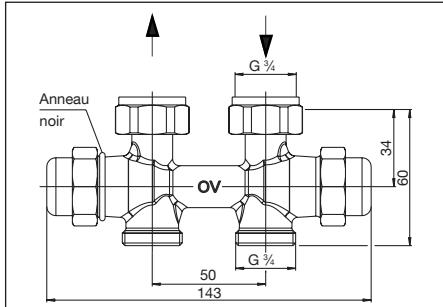
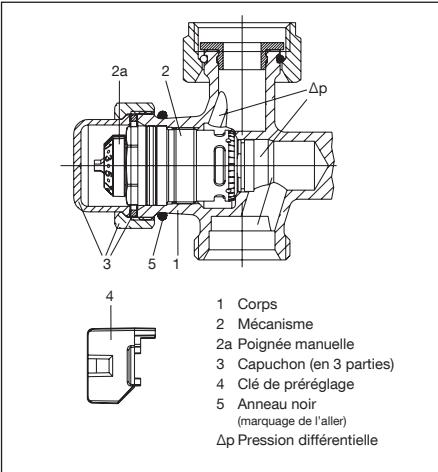
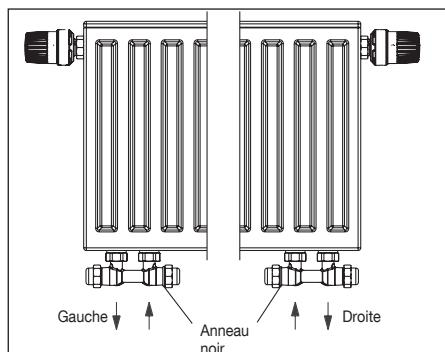

Fig. 3 Modèle droit
Fig. 5 Conception du régulateur de débit
Fig. 6 Affectation des raccordements du modèle équerre pour raccordement à gauche ou à droite
Le débit maximal peut être réglé à l'aide de la clé de prérglage (pos. 4, fig. 5) (voir paragraphe 6.2.1).
Avec l'appareil de mesure raccordé, la pression différentielle disponible au corps du robinet est mesurée. Pour ce faire, dévisser le capuchon (pos. 3, fig. 5). Démonter ensuite le mécanisme (pos. 2, fig. 5) à l'aide du «Demo-Bloc» et effectuer une mesure avec la tige pour mesurer la pression différentielle. Dès que la pression différentielle mesurée atteint un niveau supérieur ou égal à la pression différentielle Δp min. (voir 4.1), elle est assez élevée pour permettre la régulation automatique du débit par le raccord. Revisser ensuite le mécanisme dans le corps et contrôler l'étanchéité de tous les points de raccordement.
Il est impératif de respecter la position de l'aller et du retour pour garantir que le fluide circule dans le bon sens (voir fig. 3, 4 et 6). L'aller doit être raccordé au côté du régulateur de débit marqué d'un anneau noir (pos. 5, fig. 5). Le modèle équerre est disponible pour raccordement à gauche et à droite (affectation des raccordements voir fig. 6).
2. Dévisser le mécanisme «QA» (pos. 2, fig. 5) et le mécanisme d'arrêt «Combi LR» à l'opposé à l'aide d'une clé de 19 mm.
4. Démonter l'anneau noir (pos. 5, fig. 5) pour le marquage du raccordement pour l'aller et le monter sur le côté opposé du raccord (mécanisme «QA»).
Lors du montage, veiller à la pose parallèle et sans contraintes de la tuyauterie. Il est impératif de respecter la position de l'aller et du retour pour garantir que le fluide circule dans le bon sens. L'aller doit être raccordé au côté du raccord marqué d'un anneau noir (pos. 5, fig. 5).
Démonter le capuchon sur le côté aller (marqué d'un anneau noir, pos. 5, fig. 5).
Procéder au préréglage selon la valeur souhaitée à l'aide de la clé de préréglage (pos. 4, fig. 5). Le préréglage ne peut être effectué qu'à l'aide de la clé de préréglage fournie qui est montée sur la poignée manuelle (pos. 2a, fig. 5). Cela évite tout risque de déréglage de la valeur réglée par des personnes non autorisées.
1. Démonter le capuchon sur le côté aller (marqué d'un anneau noir, pos. 5, fig. 5).
Dévisser le mécanisme (pos. 2, fig. 5) du corps (pos. 1, fig. 5) à l'aide de l'outil spécial «Demo-Bloc» sans vidanger l'installation.